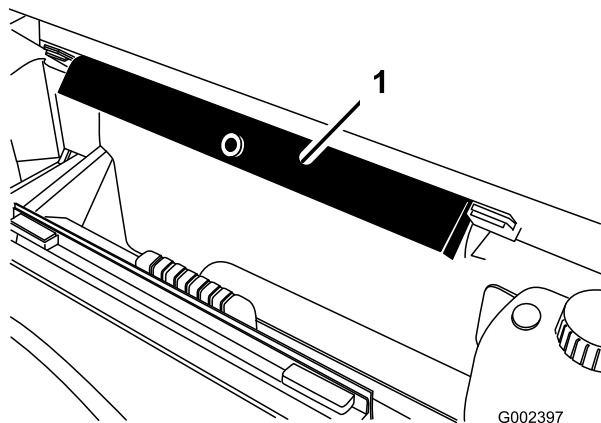

Рисунок 32
2. Выньте опору кузова из кронштейнов для хранения на задней стороне панели системы защиты в случае опрокидывания (Рисунок 32).